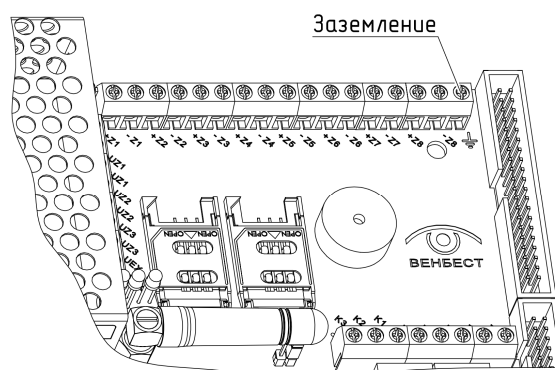

Рисунок 2. Расположение клеммы защитного заземления.
2.3.4.1 Для подключения шлейфов с пожарными извещателями рекомендуется применять экранированный кабель типа КОПЭВ2x2x0,4 или КОПЭВ4x2x0,4. Экран заземлить (см. Рисунок 2).